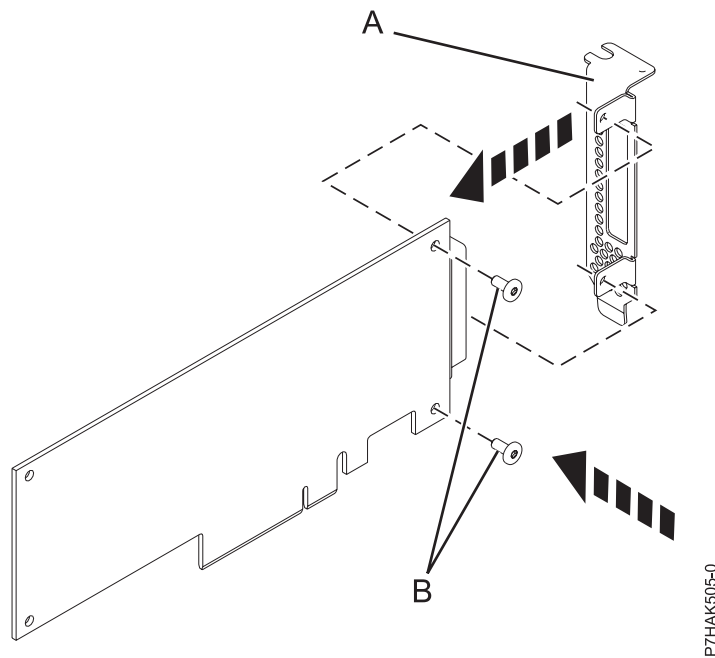

Figura 13. Fixació de la contrapunta de perfil baix a un adaptador PCI
11. Mitjançant un tornavís Phillips i els dos cargols de retenció (B), fixeiu la contrapunta (A) de l'adaptador PCI que falla a l'adaptador PCI nou. Consulteu Figura 13 a la pàgina 26.